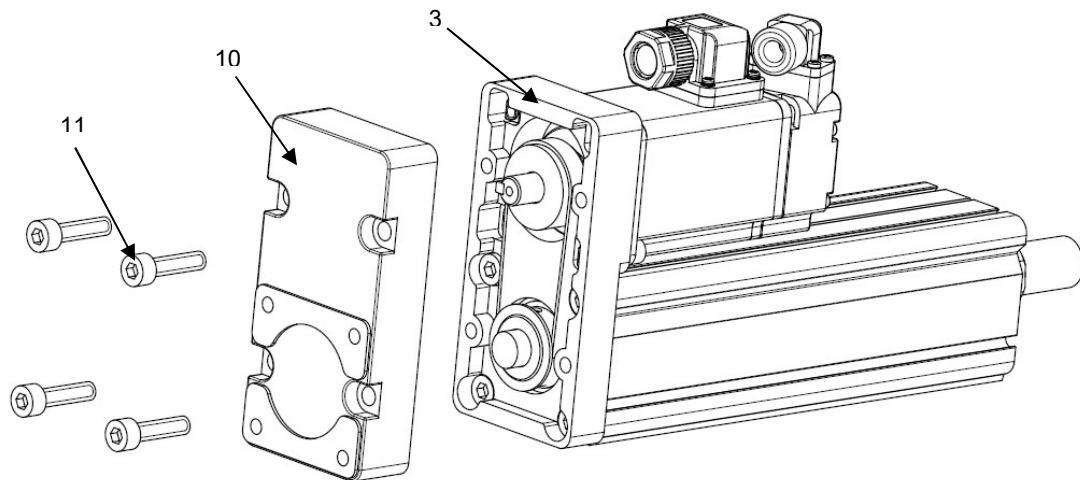

Рисунок 12 – Монтаж крышки на корпус
- 5) Установите крышку (поз. 10) на корпус (поз. 3) с собранным блоком шкивов (см. рисунок 12). Закрепите крышку (поз. 10) при помощи прилагаемых винтов (поз. 11);